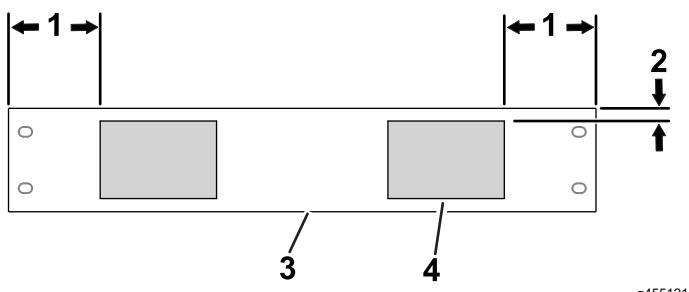

図 11
7. 図 11に示すように、フォームパッドをバッテリーカバーに取り付ける。